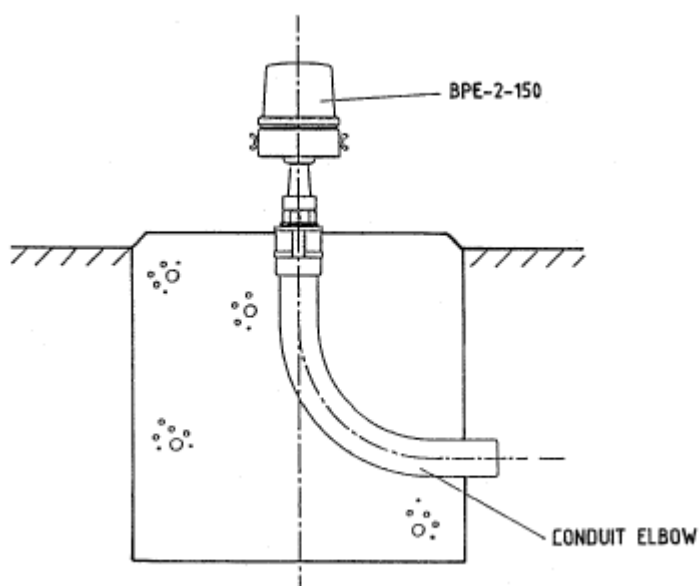

Fig. 8
- un conducto curvo (tubo acodado) TC/2 (vea fig. 8), o,
5.5 INSTALACIÓN EN UN CODUCTO CURVO TC-2 (fig. 8)